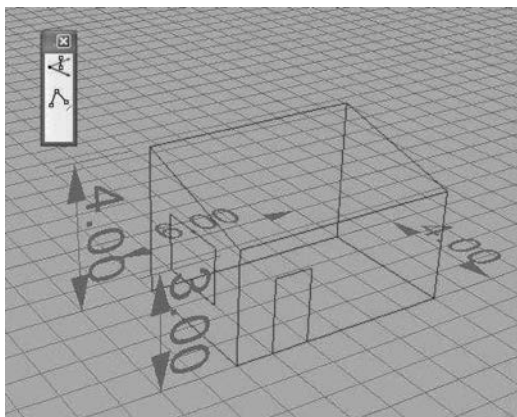

图 8-14 房屋框架效果
(3)连接这几个顶点,再用类似方法绘制出门和窗,一个房屋框架就完成了,如图 8-14 所示。